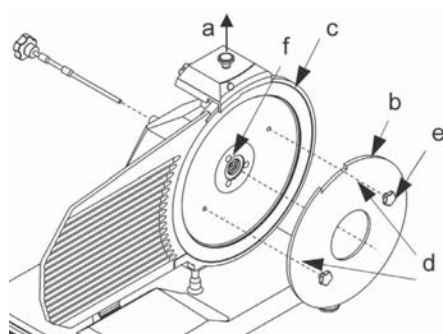

Рис. 7 – Установка устройства из оргстекла (b) для снятия ножа
Рис. 7б – Плохая позиция
Для того, чтобы очистить нож с другой стороны, его следует снять (смотри Рис. 7).
- снимите защиту ножа (смотри Рис. 7);